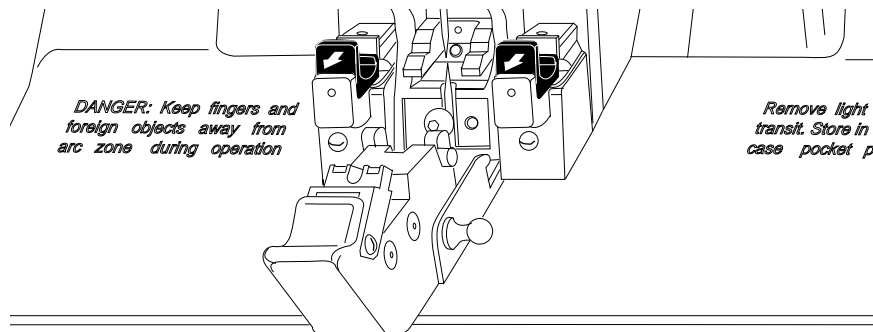

Abbildung 28
5.2 Öffnen Sie die Faserklemmen und die Beleuchtungseinheit (siehe Abb. 28)